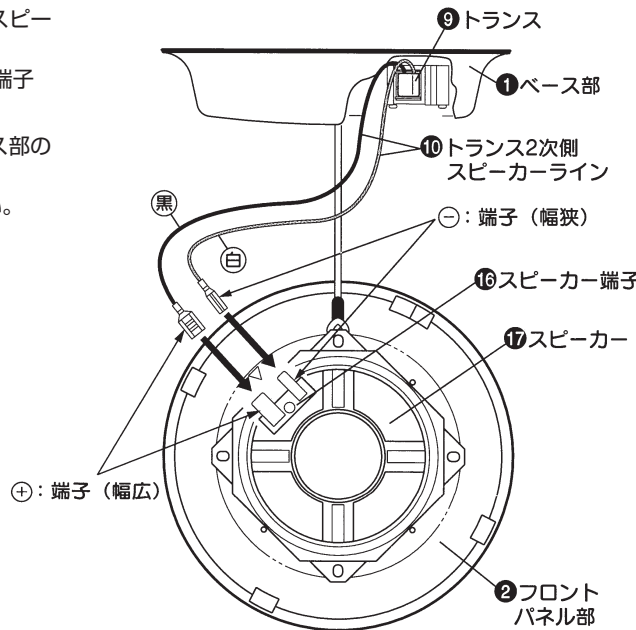

図 3
7. ベース部①のトランス 2 次側スピーカーライン⑩を、フロントパネル部②のスピーカー端子⑮に接続します。この時⊕⊖の極性を間違えないよう、十分注意してください。（⊕：黒、幅広端子 ⊖：白、幅狭端子（図 3 参照））